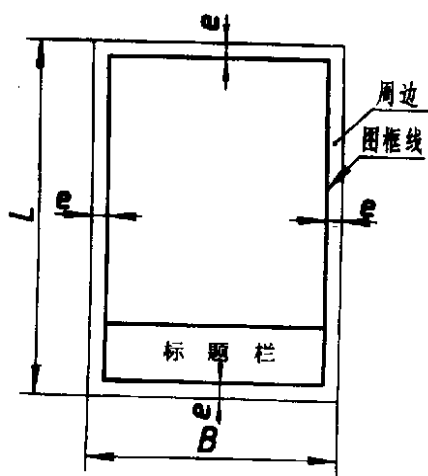
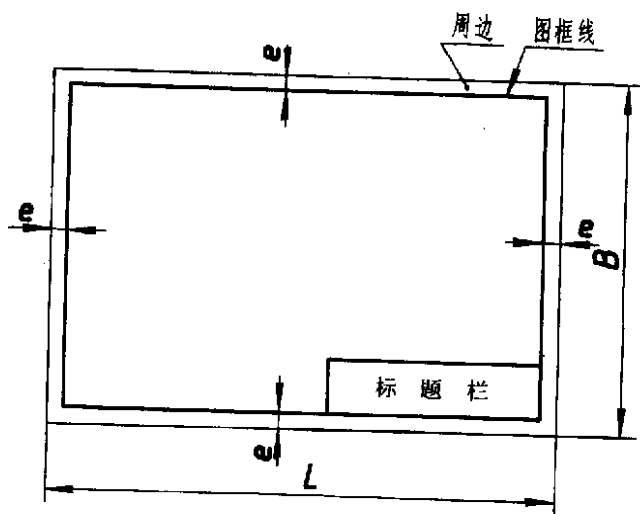

图 4
图 5
3.2 不留装订边的图样，其图框格式如图 4、图 5 所示，尺寸按表中的规定。